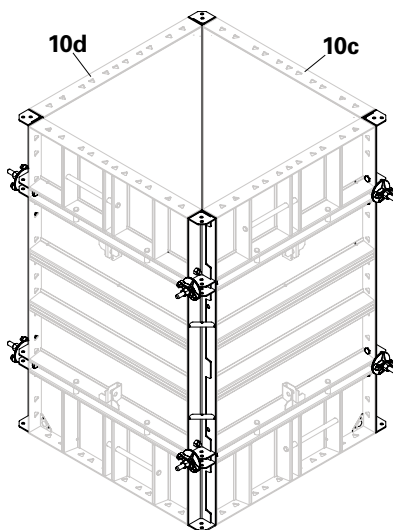

Fig. A4.17
3. Ripetere i punti 1 e 2 per completare il montaggio. (Fig. A4.17)